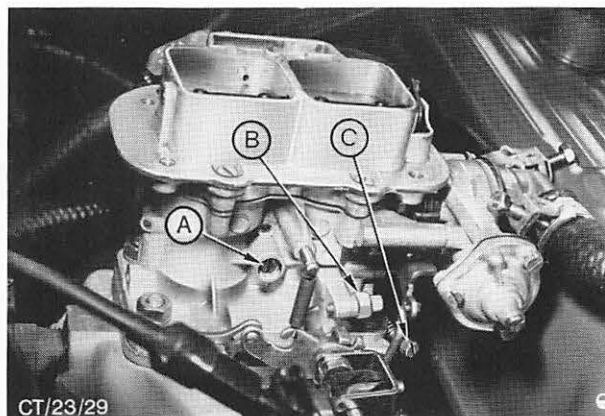

Abb. 6 Vergasertyp B – Weber-Register-Vergaser mit Leerlauf-Umgemischsystem (Ansicht von hinten)
- b) CO-Prüfgerät und Drehzahlmesser gemäß Herstelleranweisung am Motor anschließen. Leerlauf-Umgemisch-Einstellschraube A in Abb. 6 ganz eindrehen, dann 1 Umdrehung heraus-schrauben.
- d) Innerhalb 10 bis 30 Sekunden, nachdem sich die Anzeigen stabilisiert haben, vorgeschriebenen CO%-Wert an der Gemischregulierschraube C (Abb. 6) sowie vorgeschriebene Leerlaufdrehzahl an der Leerlauf-Umgemisch-Einstellschraube A (Abb. 6) einstellen (s. Technische Daten).
Die mit einer Kunststoffkappe versehene Grundleerlauf-Einstellschraube B (Abb. 6) nicht verstellen!